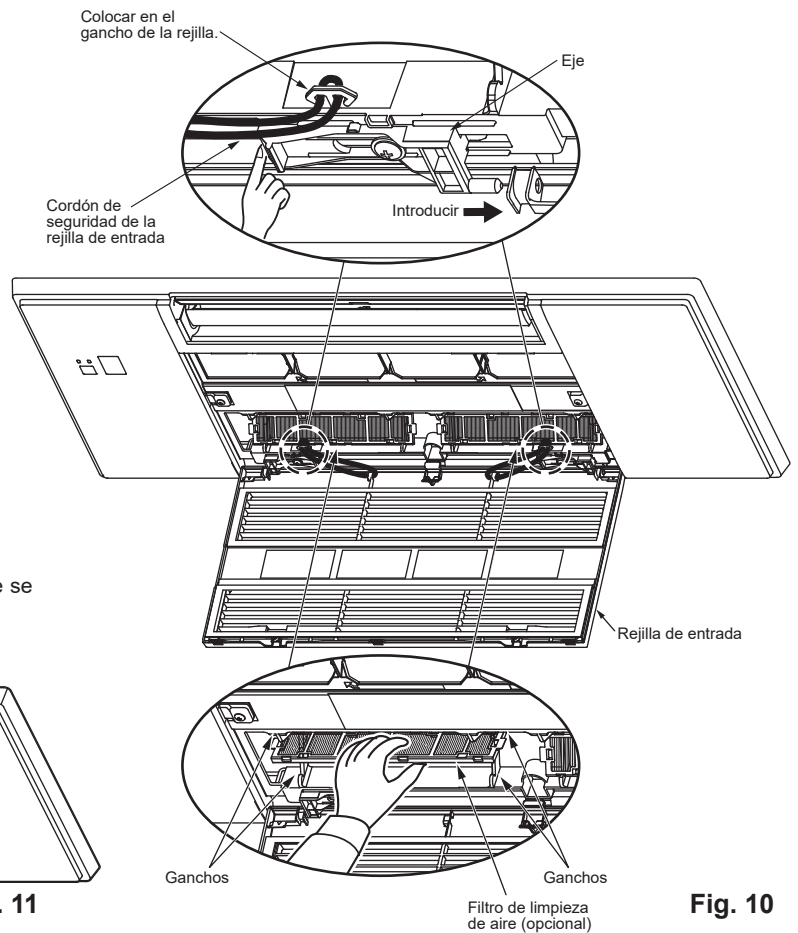

Fig. 10
- Coloque los filtros de limpieza de aire (opcionales) en los ganchos de la rejilla. (Fig. 10)